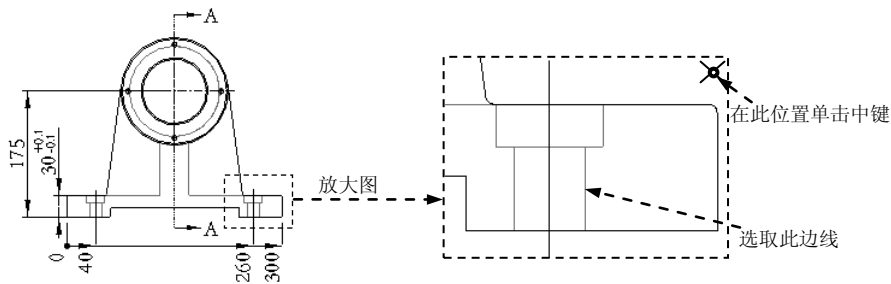

图 5.8.53 选取起始位置和放置点
- (1) 在功能区中选择 **注释** **引线注解** 命令。
- (2) 定义注解导引线的起始点。在图 5.8.53 所示的边线上单击作为注解引线的起始位置，然后在图 5.8.53 所示的位置单击中键，放置注解。